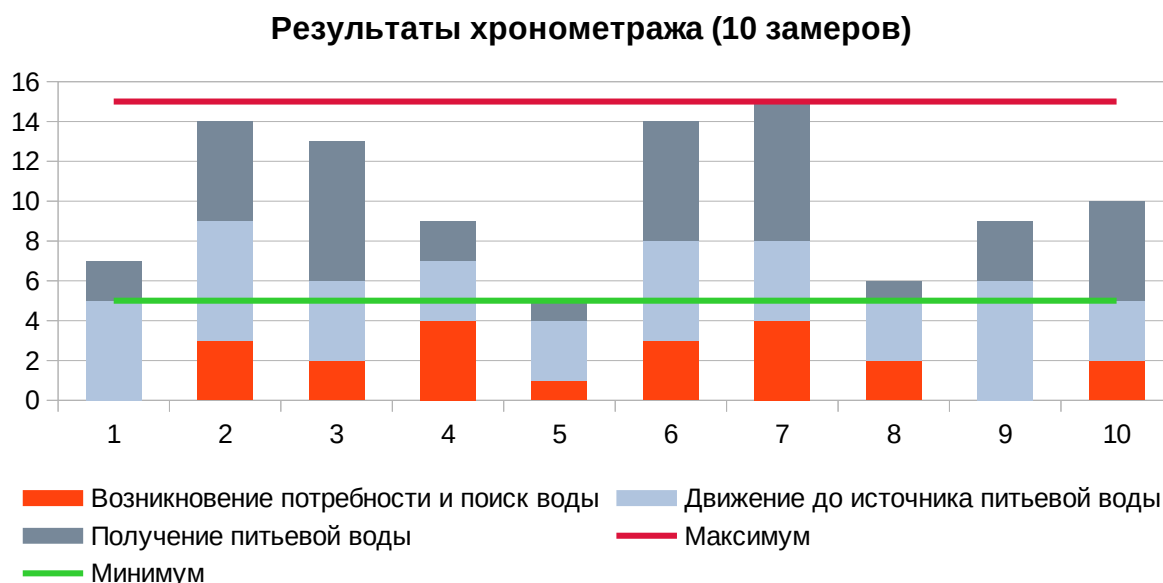

Рис. 3. Результат анализа времени протекания процесса
5) организовать *замер фактических значений*⁵ ключевых показателей по каждому элементу процесса путем хронометража (рис. 3);